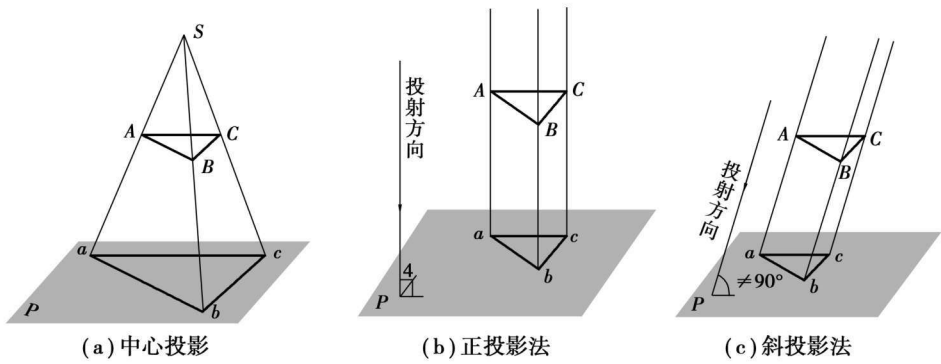

图 0.1 投影的分类
- ①中心投影法,如图 0.1(a) 所示。
- ②平行投影法。可分为斜投影法和正投影法,如图 0.1(b)、(c) 所示。
(3) 工程上常见的图样